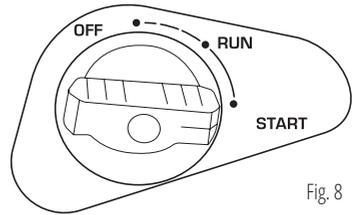

Fig. 8
4. Déplacez la poignée du registre d'air à la position OFF (Fig. 8), pour les modèles à essence/gaz - déplacez le commutateur de carburant en position OFF / fermez la vanne d'alimentation en gaz).